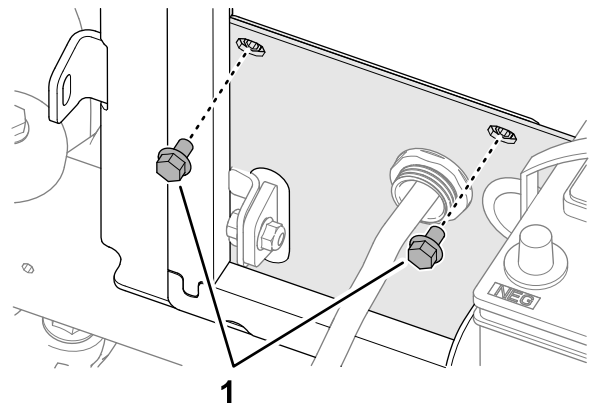

Bild 11
1. Entfernen Sie die beiden Bundkopfschrauben (5/16" x 1/2"), mit denen der Kraftstoffkühler an der Kühlerhalterung befestigt ist (Bild 11).